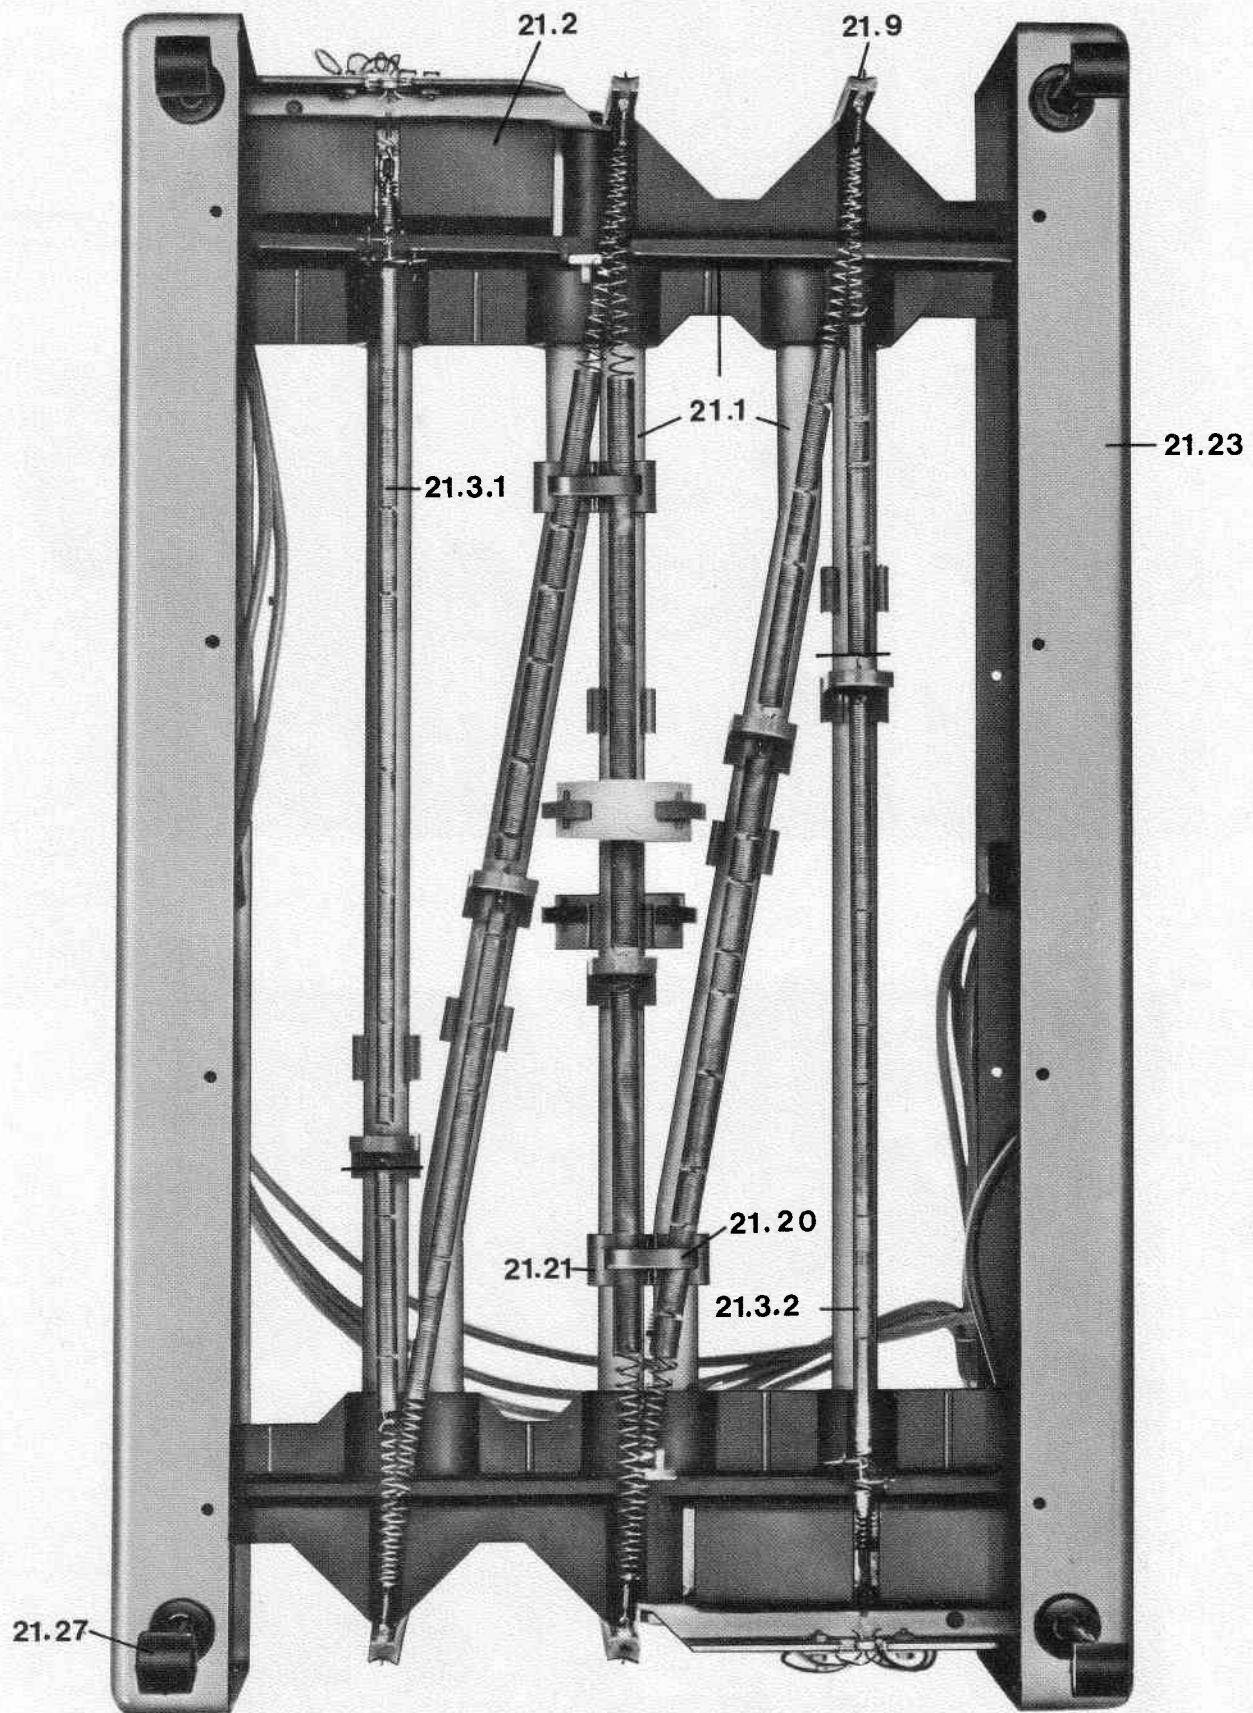

Abb. 6
- 8.1.2 daß sich die ineinanderlaufenden Federn bei den Umlenkungen nicht berühren (siehe Abb. 6).
- 8.1.2 the individual springs should not touch each other at the deviation points (see fig. 6).
- 8.2.5 Federende abzwicken (siehe Trennungsstrich Abb. 6 )
- 8.2.5 Cut the springs at the shown position (see cutting advice in fig. 6 )